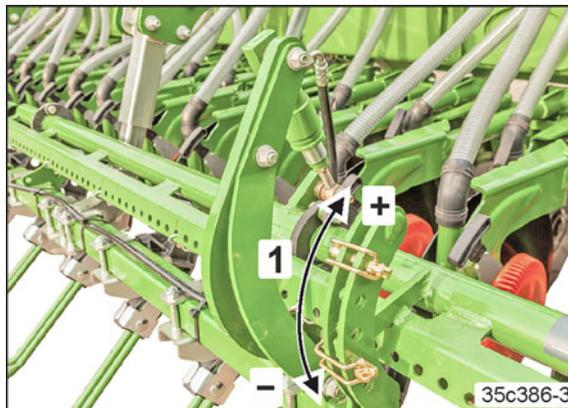

Fig. 190
2. Plus les axes sont placés en haut dans la coulisse (Fig. 190/1+), plus la pression des recouvreurs FlexiDoigts sera élevée.